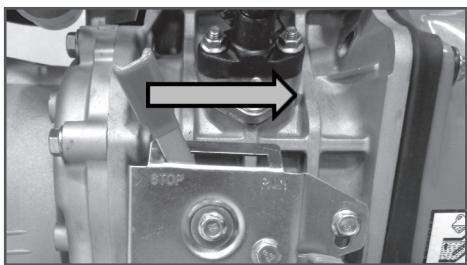

Рис. 11 Рычаг включения двигателя
5. Рычаг включения двигателя на панели рычагов (Рис.11) переведите вправо до щелчка (фиксации).
5. Рычаг включения двигателя на панели рычагов (Рис. 11) переведите вправо до щелчка (фиксации в положении «Работа»).